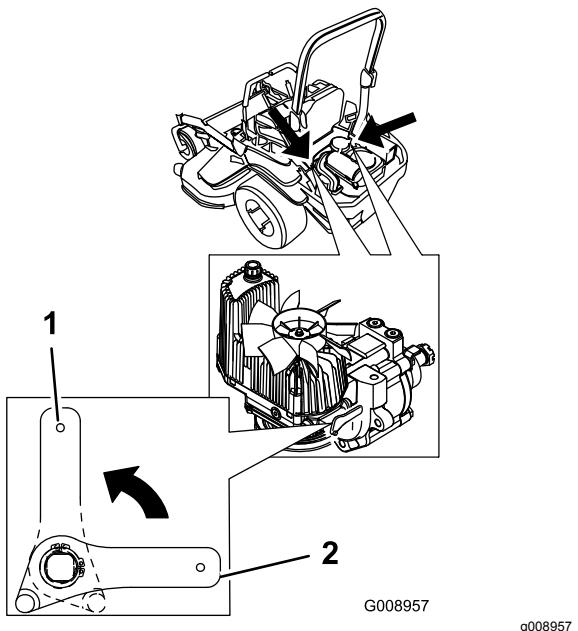

Figura 35
2. Gire las palancas de las válvulas de liberación a la posición vertical para empujar la máquina (Figura 35).
4. Gire las palancas de las válvulas de desvío a la posición horizontal para conducir la máquina (Figura 35).